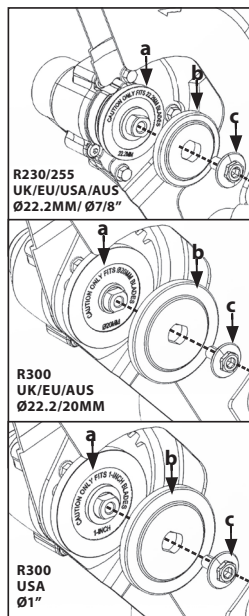

Abb. 1
- Installieren Sie den Klingenflansch (a) an der Innenseite der Klinge. **(Abb. 1)**
- Installieren Sie den äußeren Scheibenflansch (b) und setzen Sie die Dornschraube (c) in den Dorn der Maschine ein. **(Abb. 1)**